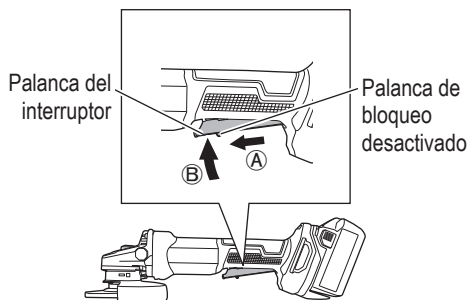

Fig. 17
<G3613DVF> (Fig. 17)
Para encender, deslice la palanca de bloqueo desactivado en la dirección de (A) y presione la palanca del interruptor en la dirección de (B) como se muestra en la Fig. 17. Suelte la palanca del interruptor para apagar.